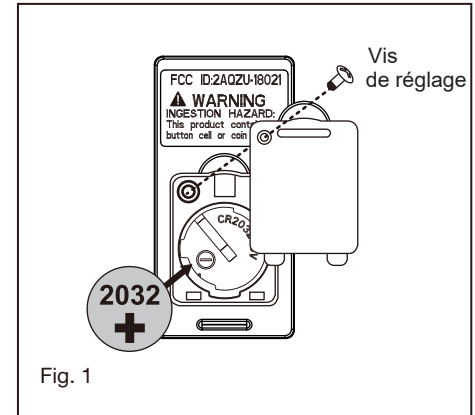

Fig. 1
- 1 Retirez l'une des trois vis du moyeu de montage situé sur le moteur du ventilateur. Desserrez les 2 autres vis. (Ne pas retirer) (Fig.1)
- 1 Sélectionnez un emplacement souhaité. Utilisez la plaque murale pour marquer l'emplacement des trous de montage. Des chevilles murales en plastique ou des vis de montage sont nécessaires pour cette application. (Fig. 1)
Retirez le panneau de l'émetteur, puis installez une pile 2032 (incluse). Vous devez utiliser une pièce de monnaie pour ouvrir ou fermer le couvercle de la batterie. Pour éviter d'endommager l'émetteur, retirez la batterie s'il n'est pas utilisé pendant de longues périodes (Fig. 1).